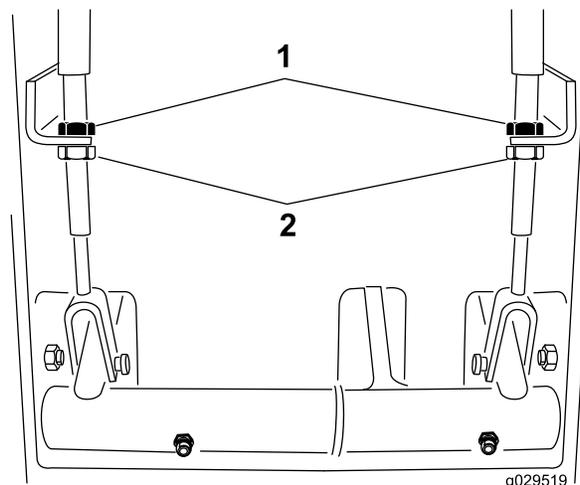

図 71
2. 遊びを減らすブレーキを締めるには、ブレーキケーブルのねじ山の前ナットをゆるめる 図 71。